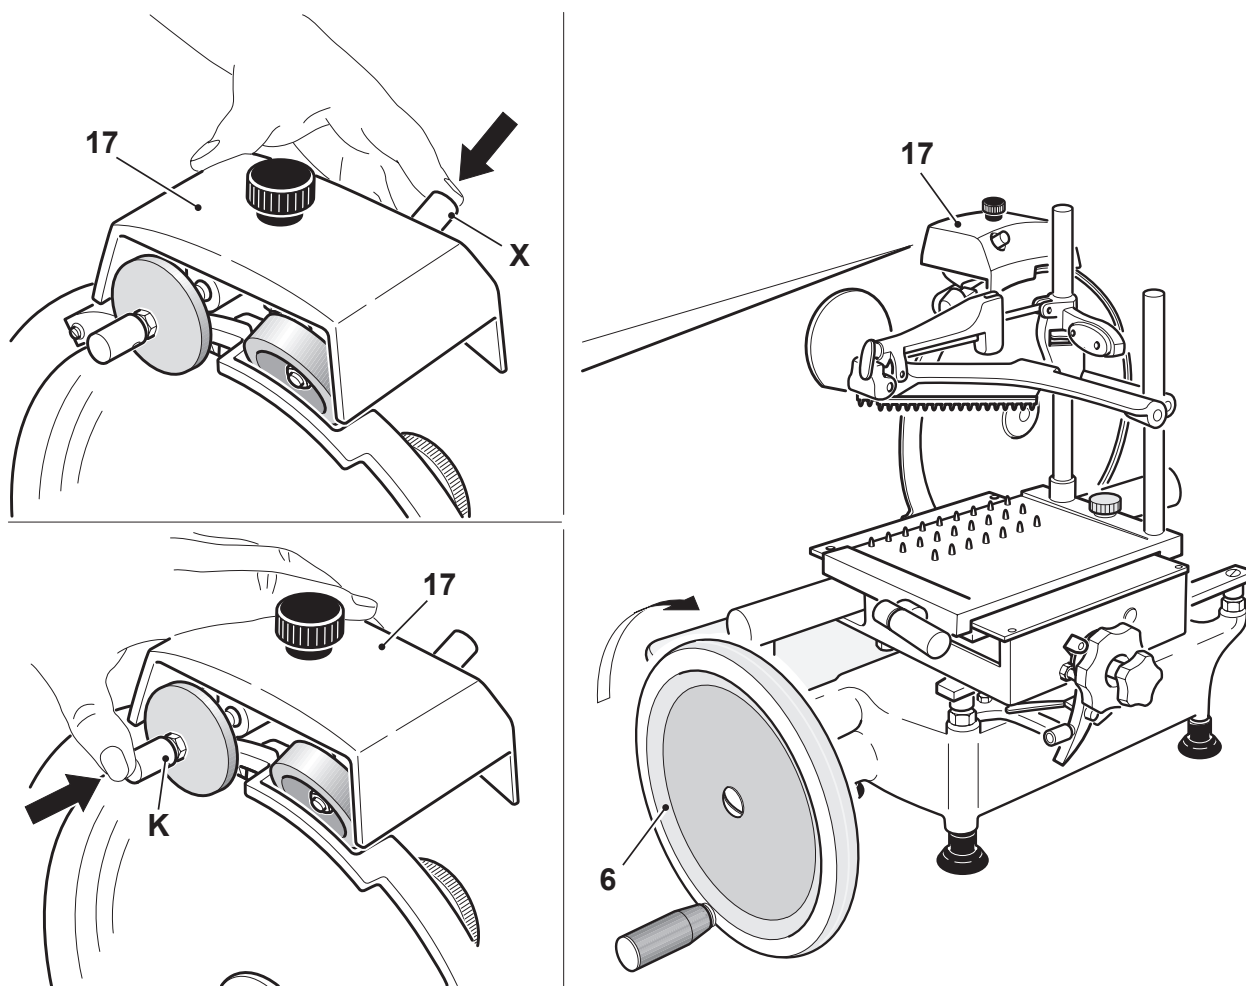

Figure 19-1
11. Tournez la manivelle du volant (6) dans le sens horaire et appuyez sur le bouton "X". Effectuez environ 20 à 30 tours de couteau (Figure 19-1).
12. Arrêtez de tourner la manivelle du volant (6) pour arrêter la rotation de la lame. Utilisez un crayon pour vérifier qu'une légère bavure est formée sur l'arête de la lame.
13. Tournez la manivelle du volant (6) dans le sens horaire et appuyez sur le bouton "K".